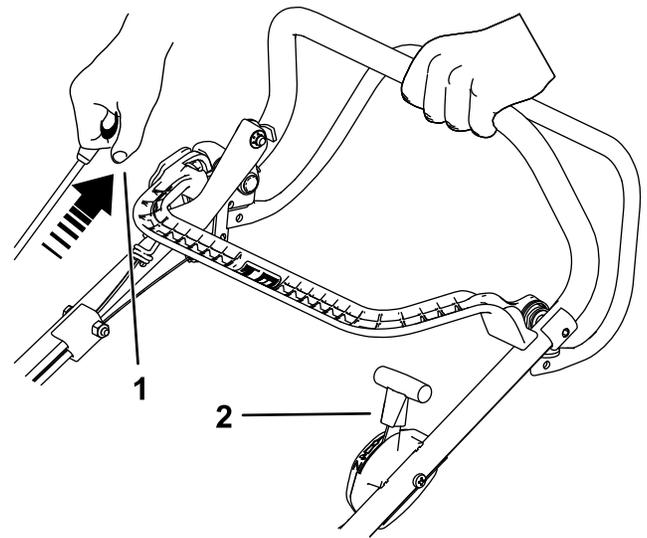

図 14
2. リコイルスタータハンドルを、抵抗を感じるころまでゆっくり引き上げ、その位置から力強く一騎に引く。チョーク設定の場合は、エンジンが始動したら、スロットルをゆっくりと高速設定に戻す 図 14